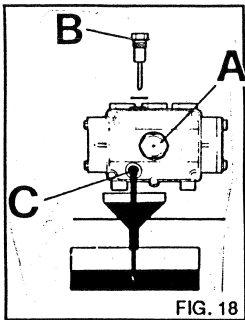

FIG. 18
Contrôler périodiquement le niveau de l'huile dans la pompe à haute pression par le témoin visuel (fig. 18 A) ou la tige de contrôle niveau (fig. 18 B).
- 1) Dévisser le capuchon de la vidange situé sous la pompe (fig. 18 C).